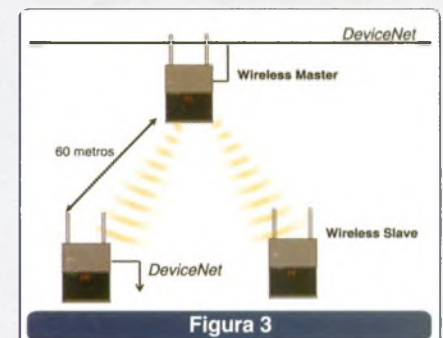

Figura 3
6. Aumenta a abrangência da rede. Por exemplo, uma rede Devicenet que tem como distância de cada derivação 6 metros, usando um módulo *wireless* pode ter até 60 metros, como pode ser visto na **figura 3**.